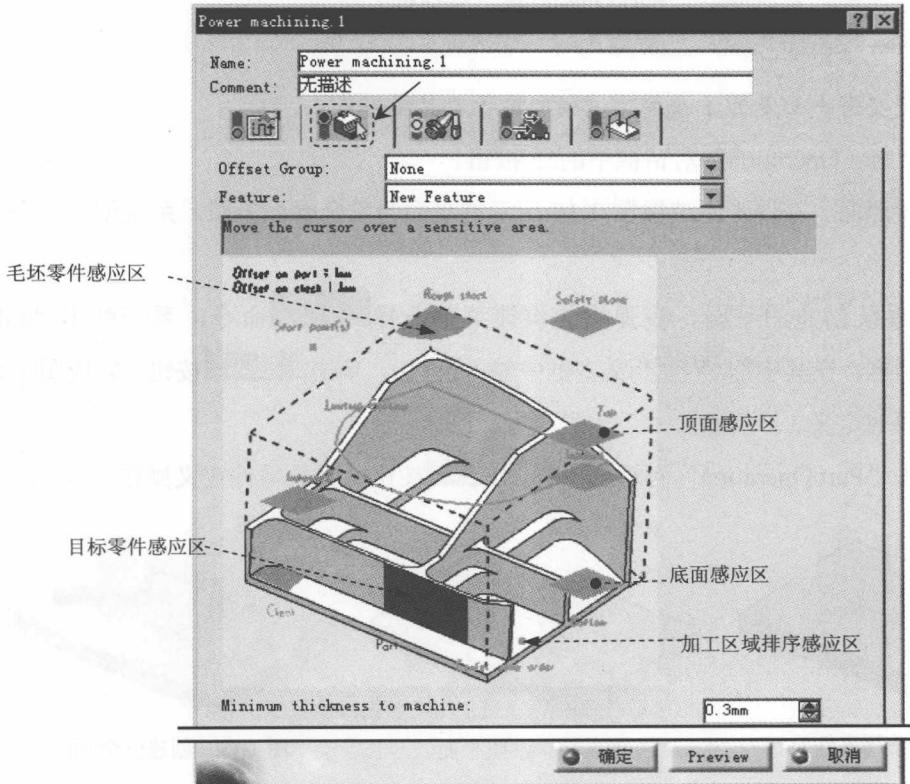
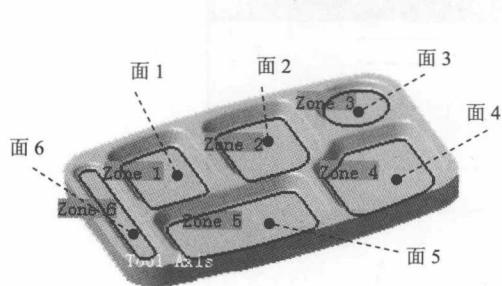

图 1.18 “Power machining.1”对话框
图 1.19 定义加工区域
Step2. 在特征树中选择“Manufacturing Program.1”节点，然后选择下拉菜单  → **Multi-Pockets Operations** →  **Power Machining** 命令，插入一个多型腔铣削加工操作，系统弹出图 1.18 所示的“Power machining.1”对话框。
(1) 进入“几何参数”选项卡，在“Power machining.1”对话框(一)中单击  选项卡。
(2) 将鼠标移动到“Power machining.1”对话框中的目标零件感应区上，该区域的颜色从深红色变为橙黄色，单击该区域，对话框消失，在图形区单击目标加工零件，在图形区空白处双击鼠标左键，系统返回到“Power machining.1”对话框。
(3) 单击“Power machining.1”对话框中的加工区域排序感应区，在图形区中依次选择图 1.19 所示的 6 个面，在图形区空白处双击鼠标左键，系统返回到“Power machining.1”对话框。